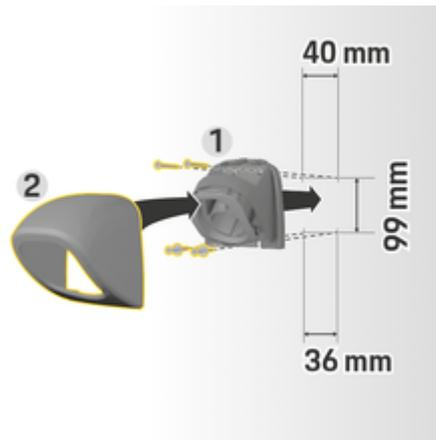

Fig. 10: Dimensões de perfuração
1. Remova o prendedor do conector 1 (Fig. 10) da tampa 2 (Fig. 10).
4. Parafuse o prendedor do conector 1 (Fig. 10) na parede.
5. Fixe a tampa 2 (Fig. 10) no prendedor do conector 1 (Fig. 10) pela parte de baixo e empurre para cima.